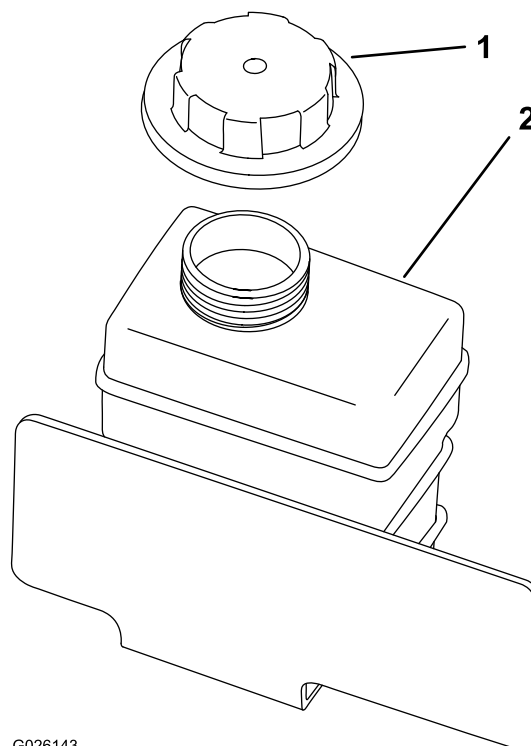

Figura 55
4. Retire o tampão do depósito secundário (Figura 55).
8. Encha lentamente o depósito de reserva de líquido de arrefecimento até que o nível atinja a parte inferior do tubo de enchimento (Figura 55).
9. Coloque o tampão do depósito secundário (Figura 55).